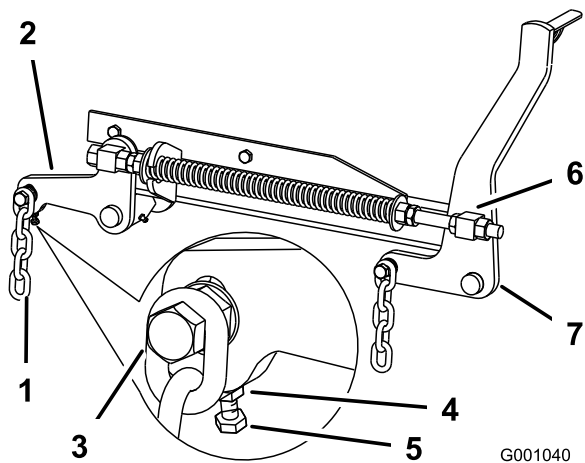

Figura 71
7. Si las medidas realizadas en las posiciones **B** o **C** no son correctas, afloje el perno que fija la cadena trasera al brazo de soporte trasero (Figura 71).
8. Afloje la contratuerca situada debajo del brazo de soporte trasero y ajuste el perno de ajuste hasta obtener una medida de 80 a 83 mm (3-1/8 a 3-1/4 pulg.) (Figura 71).
7. Afloje las contratuercas de pivote delantero, en la parte delantera de los pivotes derecho e izquierdo, aproximadamente 13 mm (1/2 pulg.) (Figura 71).
8. Ajuste las tuercas de elevación en el lado izquierdo y derecho de la máquina hasta obtener una distancia de 6 a 10 mm (1/4 a 3/8 pulg.) menos en la parte delantera en **A** que en la parte trasera, en **B** (Figura 71).